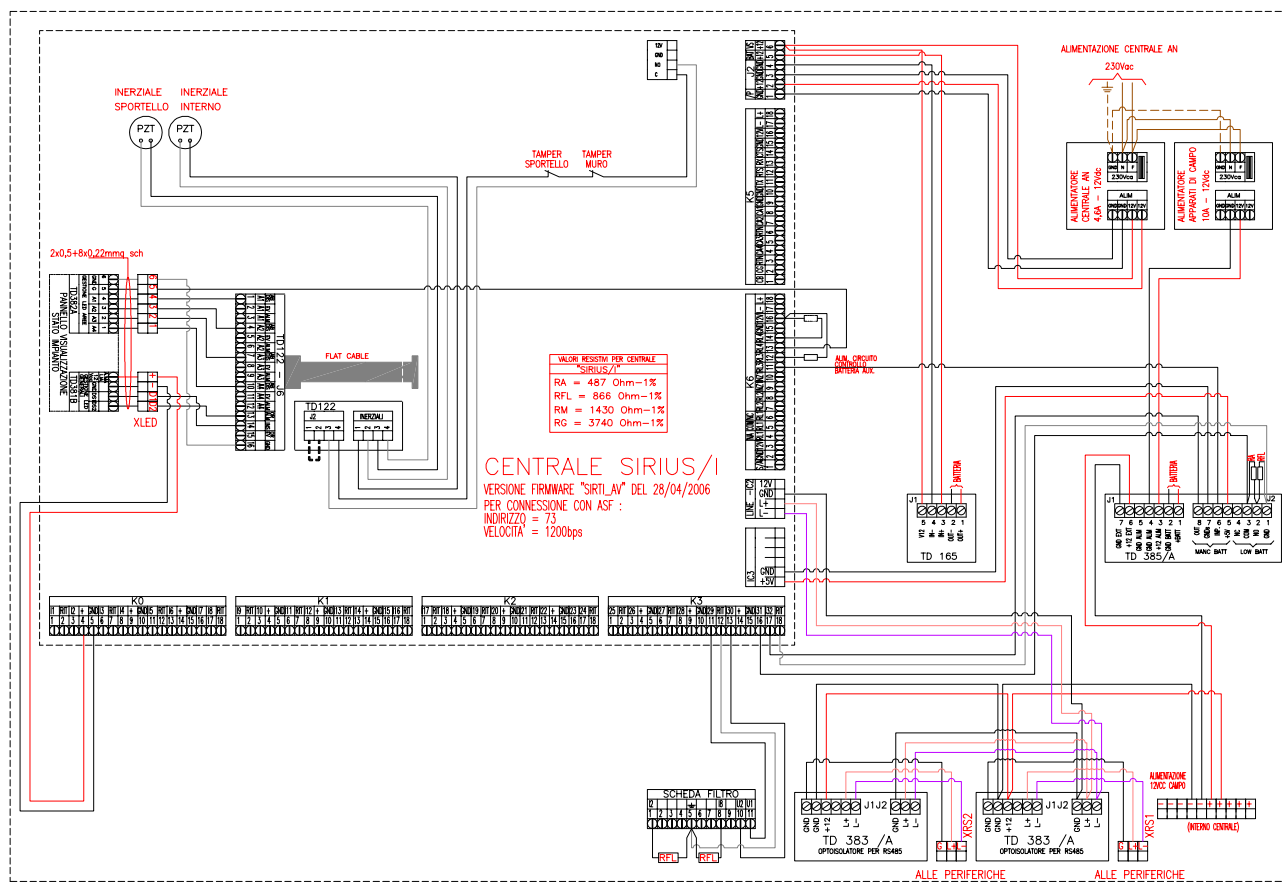

Figura 2 – collegamenti SIRIUS I AV – TD383 alimentato da alim. campo
- il collegamento con alimentazione da rete e batteria è indicato in Figura 2